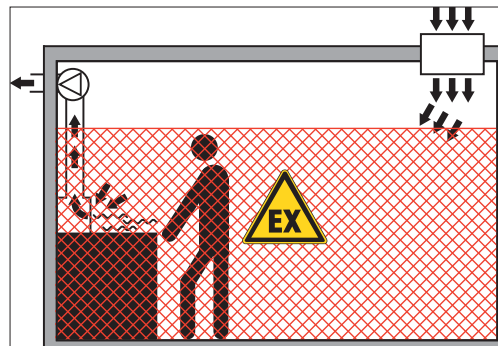

Fig. 2: zona 1 (ad es. travaso).
- Manipolazione di liquidi facilmente infiammabili: zona 1, fino a 1 m sopra il punto di fuoriuscita più alto e fino a 5 m di distanza laterale (fig. 2)